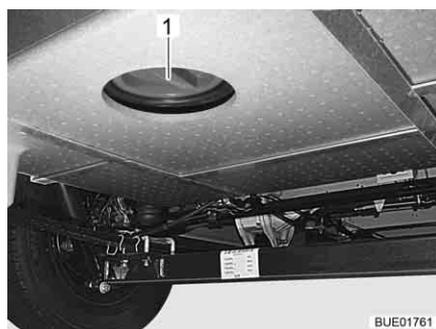

Fig. 181 Orificio de limpieza del depósito de aguas residuales
- Abrir el orificio de limpieza (Fig. 181,1) del depósito de aguas residuales y la llave de desagüe.